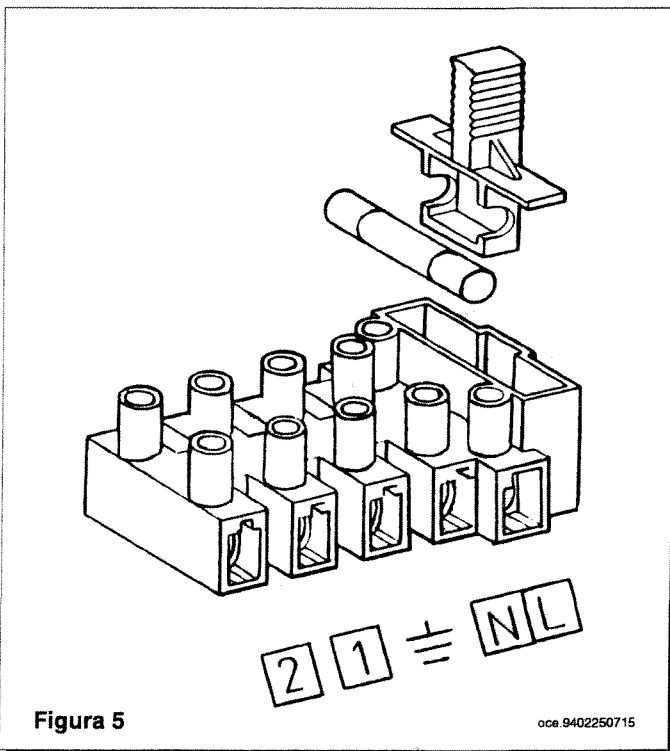

Figura 5
- * accedere alla morsettiera di alimentazione (figura 5) come descritto al capitolo precedente;
- * togliere il ponticello presente sui morsetti (1) e (2);